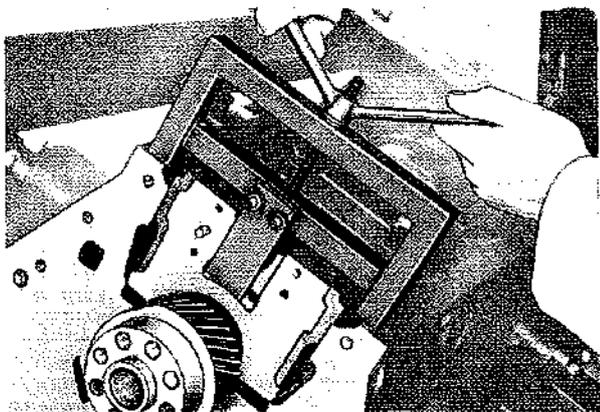

Fig. 13
- Rimuovere i supporti di banco utilizzando l'attrezzo 68400006A (Fig. 13).